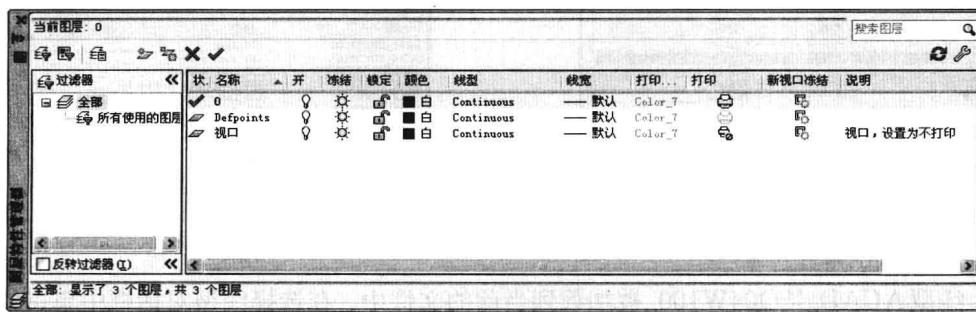

图 6-2-1
- (1) 在“图层”面板中单击“图层特性”按钮，或者选择菜单命令“格式／图层”。
- (2) 打开“图层特性管理器”选项板，如图 6-2-1 所示。